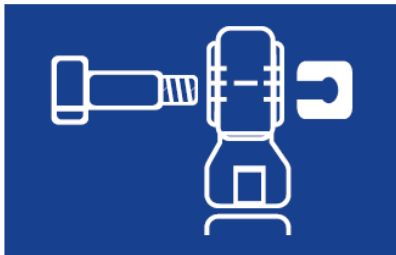

Fig. 4
1. Dévissez la vis de fixation (Fig. 4).